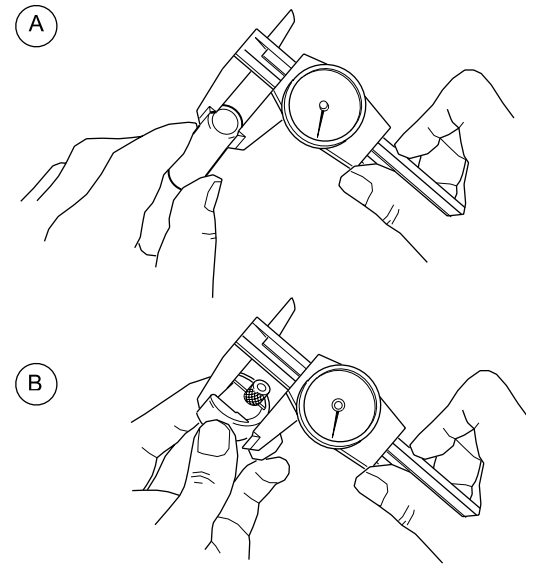

図8：アーク・ギャップ・ゲージを設定する
1. ノギスまたはマイクロメーターを使用して、溶接物の外径サイズを測定します。図8(A)をご参照ください。M200 パワー・サプライの場合、「自動作成」機能を使用すると、アーク・ギャップ・ゲージ設定値を自動で計算します。
3. アーク・ギャップ・ゲージを調節して 10 ページの表の設定値に合わせます。図8(B)をご参照ください。